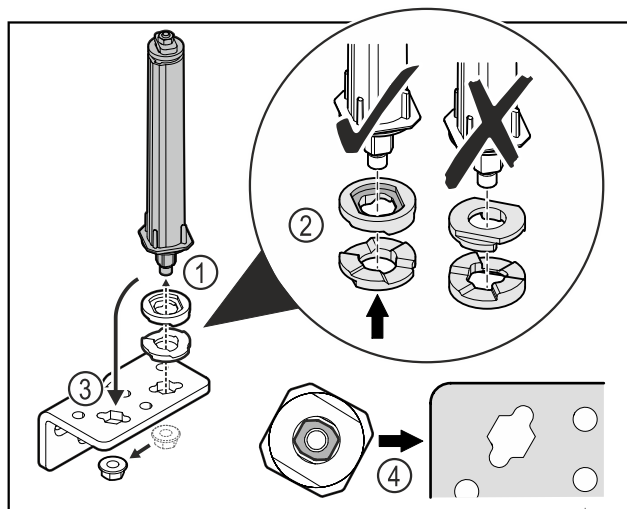

Fig. 29
- Soltar la tuerca y retirar el sistema de cierre de la puerta Fig. 29 (1).
- Tener en cuenta la orientación correcta de las arandelas de ajuste de altura Fig. 29 (2).
- Cambiar la posición del sistema de cierre de la puerta en la escuadra de bisagra y fijar con la tuerca Fig. 29 (3).
- Tener en cuenta la orientación correcta del sistema de cierre de la puerta al insertarlo Fig. 29 (4).